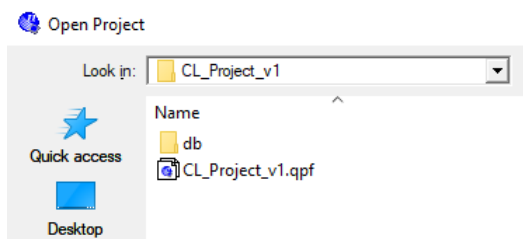

Рис. 1.9. Відкривання існуючого проекту
**2.8.** Для продовження виконання лабораторної роботи не потрібно виходити із середовища **Quartus II**. Після створення проекту в директорії проекту автоматично генерується ряд файлів, серед яких файл проекту (**Project File**) з розширенням **\*.qpf**. Для лабораторної роботи, що виконується, це файл **CL\_Project\_v1.qpf**. Закритий проект завжди можна відкрити за допомогою команди **Open Project** (меню **File**). У вікні провідника слід обрати каталог проекту і головний файл проекту (рис. 1.9).
Тепер на вкладці **Files** навігаційної панелі (рис. 1.9, б) можна побачити ім'я файлу верхнього рівня опису проекту. Можна закрити вікно графічного редактора і відкрити створений файл, натиснувши на імені файлу в навігаційній панелі.